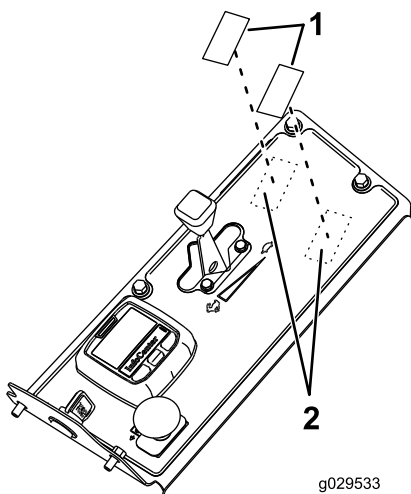

Figure 23
5. Localisez et retirez les 2 caches défonçables au sommet du panneau de commande (Figure 23).